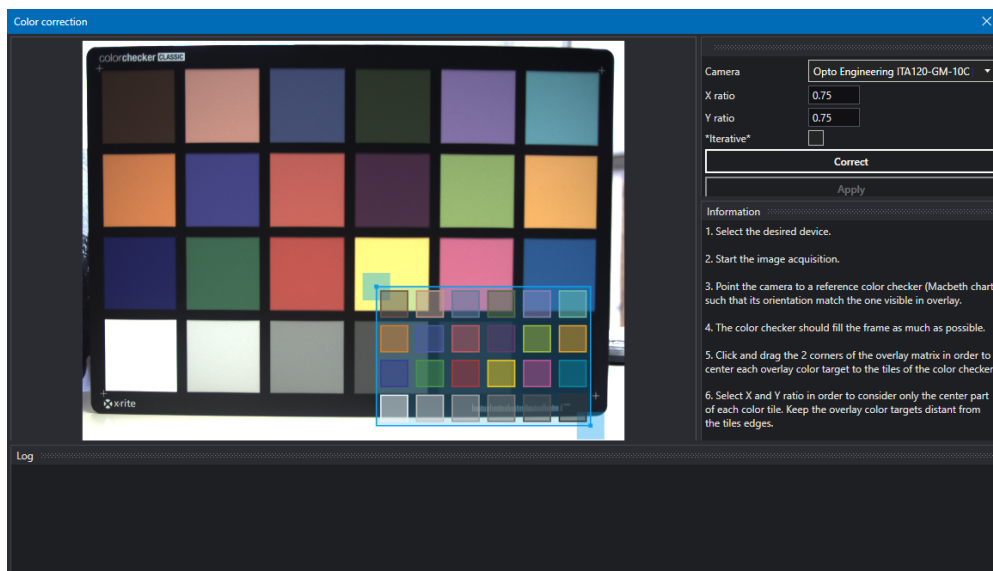

Figure 26: Finestra della correzione guidata del colore.
3. Aprire la Correzione guidata colore (*Wizard > Color correction*) (Fig. 26).